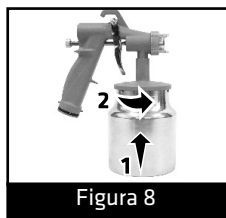

Figura 8
- Monte o recipiente na pistola ajustando-o firmemente (**Figura 8**)